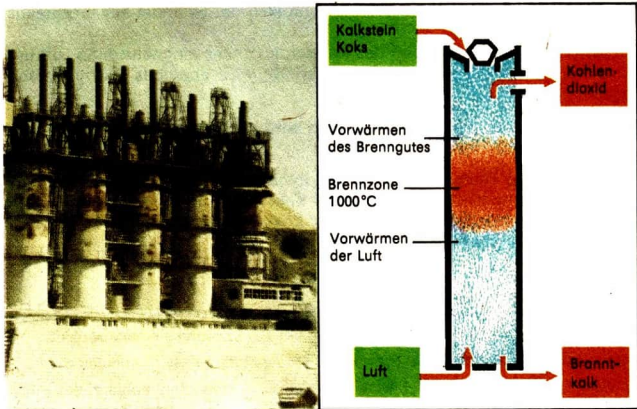

Abb. 88 Kalkschachtofen, links: Ansicht, rechts: Schematische Darstellung
Der Reaktionsapparat für das Kalkbrennen ist der **Kalkschachtofen** (Abb. 88). Er besteht aus einem zylinderförmigen Schacht, der eine Länge von etwa 20 m und einen Durchmesser von 2...3 m hat. Das Kalkbrennen er-
- ① Welche Masse an Kalkstein ist erforderlich, um 150 t Branntkalk herzustellen?
- ② Bei welchen chemischen Reaktionen im Kalkschachtofen entsteht Kohlendioxid?
- ③ a) Vergleiche den Bau von Kalkschachtofen und Hochofen anhand der Abbildung 88, Seite 183, und Abbildung 49, Seite 116!
- ④ Interpretiere die Reaktionsgleichung mit Angabe der Reaktionswärme für die Reaktion von Calciumoxid mit Wasser!
- ⑤\* Weshalb ist es vorteilhaft, zum Löschen von Branntkalk warmes Wasser oder Wasserdampf zu verwenden?
- ⑥ Warum müssen beim Umgang mit Kalkhydrat besonders die Augen geschützt werden?
- ⑦ Warum werden Kalkstein und Kalkhydrat als Düngemittel verwendet?